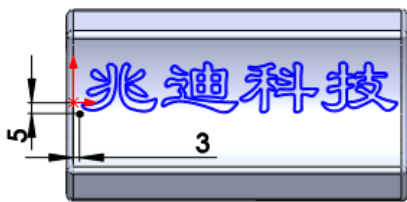

图 3.26.3 创建闭合草图
Step3. 创建“包覆”特征。选择下拉菜单 **插入(I)** → **特征(F)** → **包覆(W)** 命令；选取基准面 1 为草图基准面，进入草图环境。绘制图 3.26.3 所示的闭合草图。完成草图绘制后系统弹出“包覆”对话框。选择下拉菜单 **工具(T)** → **草图绘制实体(E)** → **文本(T)...** 命令，系统弹出“草图文字”对话框，在 **文字(T)** 区域的文本框中输入“兆迪科技”，取消选中 ☐ **使用文档字体(U)** 复选框，在“草图字体”对话框中将宽度因子设置为 100%，间距设置为 100%；单击 **字体(F)...** 按钮，系统弹出“选择字体”对话框，设置文字的字体为隶书，文字样式为“常规”，高度为 25.00mm，在“选择字体”对话框中单击 **确定** 按钮，完成字体的设置；在“草图字体”对话框中单击 按钮，完成草图的创建；闭合草图插入点的尺寸标注如图 3.26.3 所示；在 **包覆参数(W)** 区域中选中 ☒ **浮雕(M)** 单选项，激活 后的